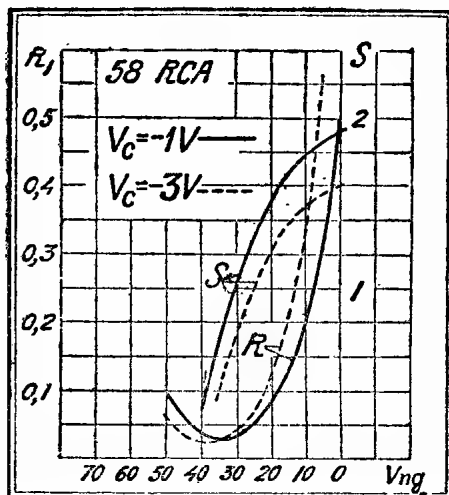
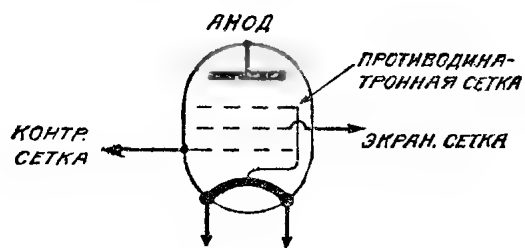

Рис. 6
Рис. 5
4. Возможность подбора, изменением напряжения на новой дополнительной сетке (рис. 5) — назовем ее противодинактронной, — сопротивления лампы в соответствии с сопротивлением контура, на котором работает лампа. Это влечет за собой возможность получения больших усилений на самых коротких волнах; позволяет подойти к унификации ламп для усиления высоких частот (сводя все разнообразие экранированных ламп к одной или двум с возможностью в широких пределах менять характеристики). На рис. 6 показаны для лампы RCA-58 зависимости изменений  $S$  и  $R$  от изменений напряжений на противодинактронной сетке  $V_{ng}$  при напряжениях на контрольной сетке — 1 и —3 В.
ным потреблением энергии в анодной цепи и пониженными параметрами (таблица 11). Таким образом сравнение здесь не показательно. На рис. 7 показаны характеристики лампы 258, представляющей наибольший интерес для современной радиотехники. Явное преимущество пентодных ламп привело в Америке к полной замене всех существовавших ранее экранированных ламп типовыми пентодами. Современные подогревные американские пентоды высокой частоты имеют цоколи с 6 ножками, к которым подсоединены: цепь подогрева, катод, экран, сетка, противодинактронная сетка и анод. Управляющая сетка, как это обычно имеет место в американских лампах, выведена через верхнюю часть баллона. Внутренняя конструкция и расположение электродов аналогичны наиболее распространенной конструкции электродов, принятой в большинстве современных европейских ламп, а также и у нас в лампах СБ-112, СО-124, с той только разницей, что электроды в американских лампах опрокинуты, сетка выходит кверху, тарелка экранной сетки расположена также в верхней части, где стеклянный баллон лампы суживается (рис. 5). Такая конструкция очень удобна. Она позволяет осуществлять хорошее, практическое и удобное экранирование ламп экраном колпачком. Металлизированного покрытия баллона лампы в целях экранирования, как это делается в Германии и по германскому примеру в Англии, американцы не признают.
лучшие лампы для переменного тока: в них подогревная нить располагается внутри катода не бифилярно, как в подогревных лампах переменного тока (рис. 6), а унифилярно, концы (выводы) выходят в обоих направлениях от катода — и снизу и сверху, при этом верхний конец присоединяется к специальному С-образному изогнутому держателю, запаянному в ножку лампы. Подогревные лампы для питания от сети постоянного тока впервые появились в 1931 г., и они конечно полного развития еще не получили, поэтому они несколько ниже по качеству, чем подогревные лампы для переменного тока.